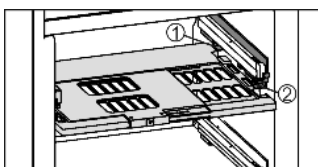

Fig. 9
- ▶ Założyć płytę regulacji wilgotności: Ramiona pokrywy płyty wprowadzić od dołu do tylnego uchwytu Fig. 9 (1) i zazębić z przodu w uchwycie Fig. 9 (2).